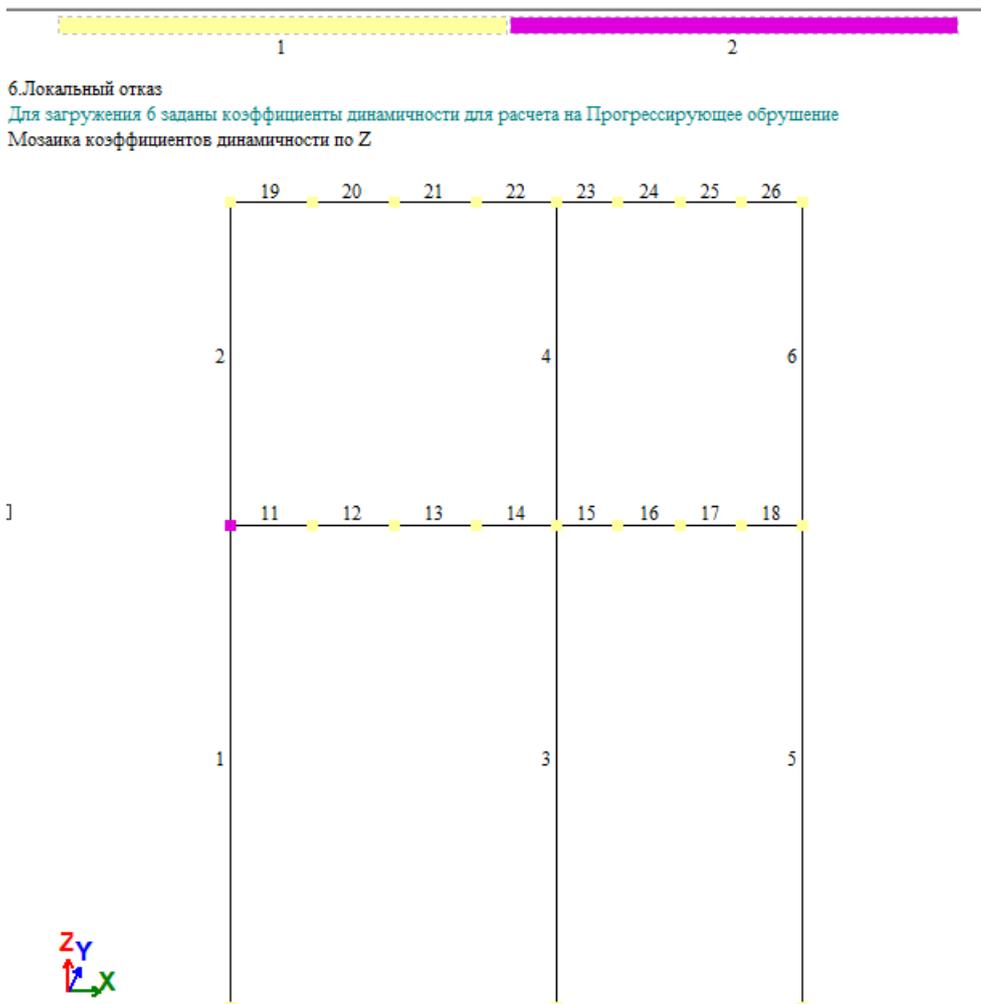

Рис.16.32 Мозаика коэффициентов динамичности по Z
- ❑ Для назначения коэффициента динамичности, щёлкните по кнопке - **Применить** (на мозаике коэффициентов динамичности по Z отобразятся изменения (Рис.16.32));